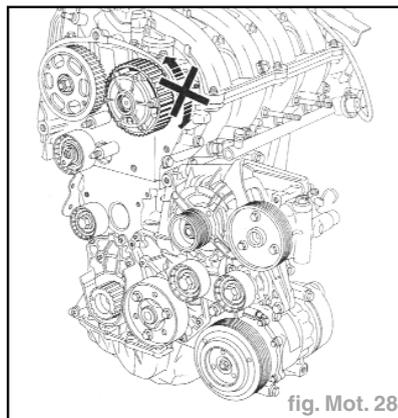

fig. Mot. 28
- Vérifier que la couronne du déphaseur d'arbre à cames d'admission soit bien verrouillée (pas de rotation vers la gauche ou la droite de la couronne) (fig. Mot. 28).